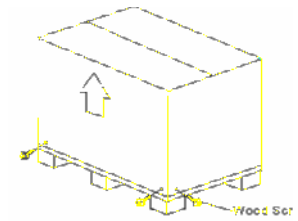

Fig.5-1 Unit Section Carton
- (1) Retirez les vis du bois fixés sur le carton de la palette, soulever, enlever le carton. (Fig.5-1)
- (2) Placez l'unit avec la palette derrière l'endroit prévu pour l'installation.